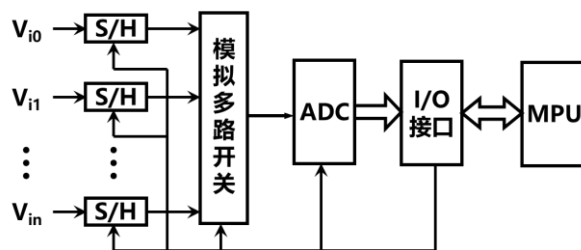

图 T.1 多路模拟输入通道结构示意图
3.（6分）图 T.1 为一多路模拟输入通道的结构示意图，试分析说明：该多路模拟输入通道的结构特点是什么？图中I/O接口应具有哪些功能（不考虑延时等待式接口）？